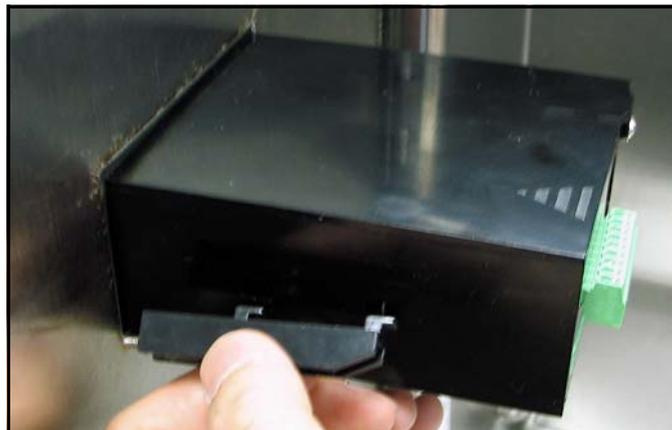

図 12：取り付け金具を設置する
4. パネルの裏側で、設けられている側面の穴に取り付け金具を差し込みます（下の図 12 を参照）。